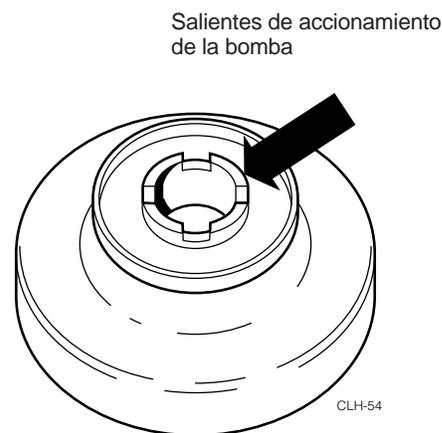

Figura 6.19 Salientes del accionamiento de la bomba (Excepto 757)
- (Excepto 757) Inspeccione los salientes del elemento de mando de la bomba de aceite para ver señales de desgaste o daño y verificar la alineación con las correspondientes en el dispositivo de comando de la bomba de aceite (figura 6.19).